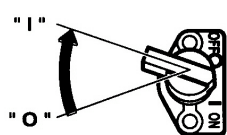

Bild 12
- Bild 12: den Stoppschalter in die Pos „I“ bringen,